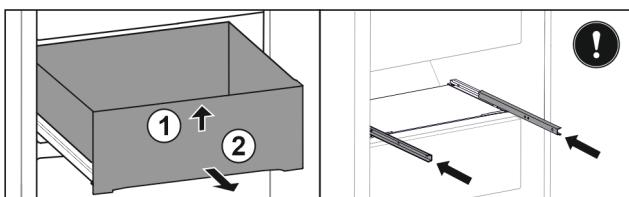

Fig. 98
- Nadvihnite zásuvku vpred. Fig. 98 (1)
- Odoberte zásuvku dopredu. Fig. 98 (2)